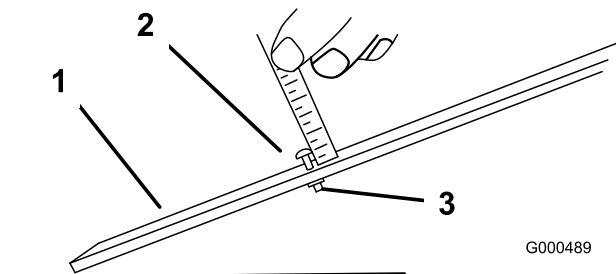

Figure 18
2. Desserrez l'écrou du gabarit et tournez la vis de réglage de manière à obtenir la hauteur de coupe voulue (Figure 18).